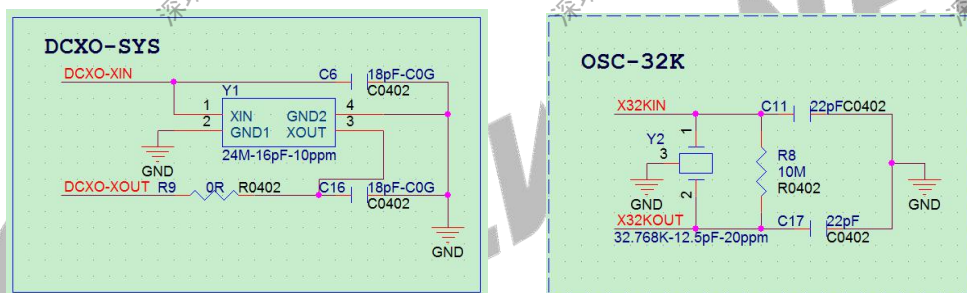

图 2-13 外部晶振
- 高频晶振网络 X24MO 上的串接电阻必须保留，便于调试振荡幅度。匹配电容容值需根据晶体的负载电容进行匹配选择。如图 2-13。